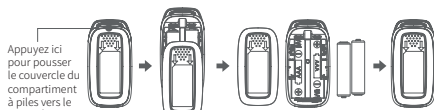

Figure 4
1. Ouvrez le couvercle du compartiment à piles en suivant le sens des flèches comme illustré à la Fig. 4.
2. Placez 2 piles AAA* dans le compartiment des piles et veillez à ce qu'elles soient correctement positionnées, comme illustré à la Fig. 4.